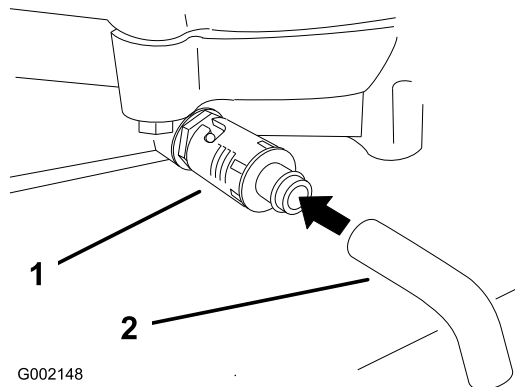

Figura 31
4. Collocate una bacinella sotto lo spurgo. Girate la valvola di spurgo dell'olio per lasciar defluire l'olio (Figura 31).